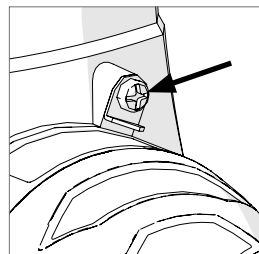

Fig. 15
- Desserrez la vis du pointeur de biseau, à l'aide d'un tournevis cruciforme n°2 (**Fig. 15**).